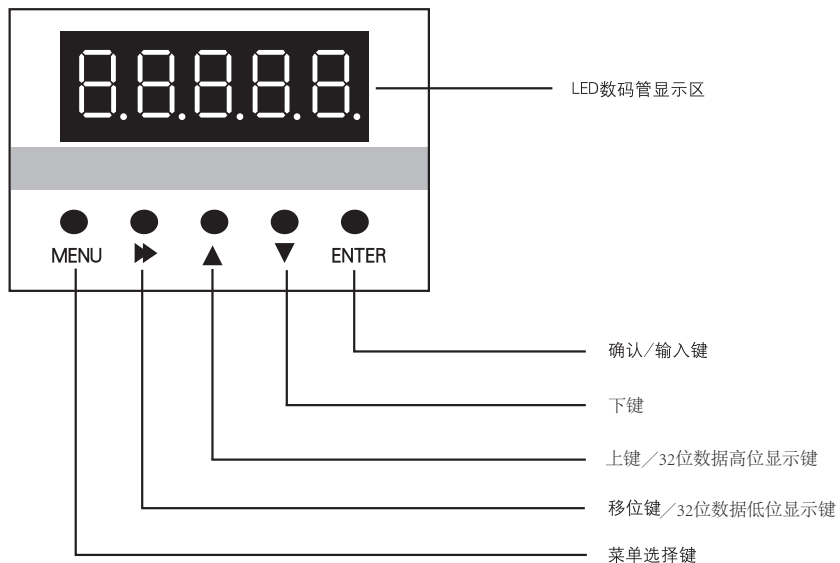

图3-1 操作器示意图
0.4~18.5kw驱动器的操作器主要由LED数码管和按键两个部分组成，其外形及各功能区如图3-1所示。